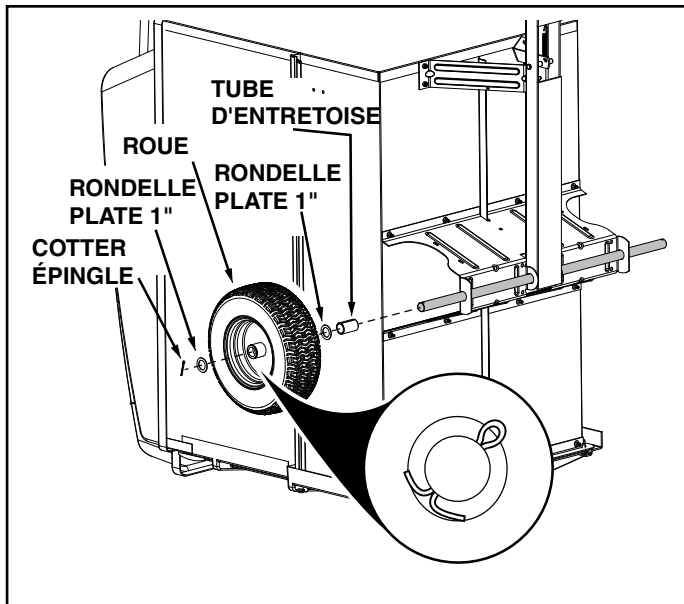

FIGURE 4
5. Assemblez un tube d'espacement, une rondelle plate de 1", une roue (tige de valve tournée vers l'extérieur) et une autre rondelle plate de 1" sur l'essieu comme indiqué sur la figure 4. Fixez la roue avec une goupille fendue, en écartant les extrémités de la goupille. Répétez l'opération sur l'autre extrémité de l'essieu.